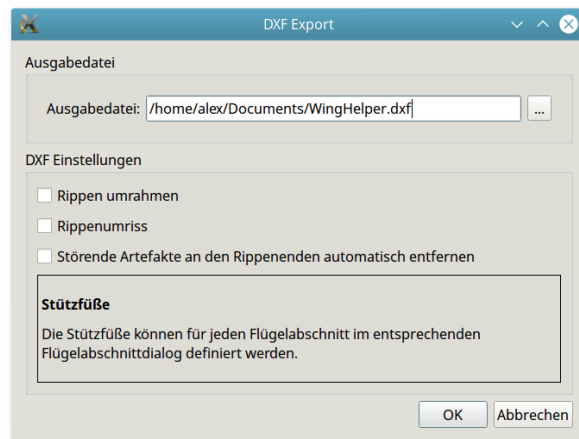

Abbildung 23: DXF Export
1. DXF Export⁸ (Abbildung 23):